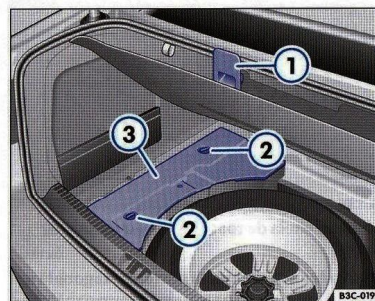

Fig. 22 În portbagaj, sub mocheta ridicată ①: Roata de rezervă și capacul ③ pentru trusa de scule.
Prindeți podeaua portbagajului de marginea de sus ⇒ fig. 22 ①. Rotiți ambele încuietori ② la 90°, pentru a putea scoate capacul ③ trusei de scule.
- Ridicați podeaua portbagajului și prindeți-o de marginea de sus a portbagajului ⇒ pagina 71, fig. 22" ①, pentru a avea ambele mâini libere pentru scoaterea roții de rezervă.
- Prindeți podeaua portbagajului de marginea de sus ⇒ pagina 71, fig. 22" ①.